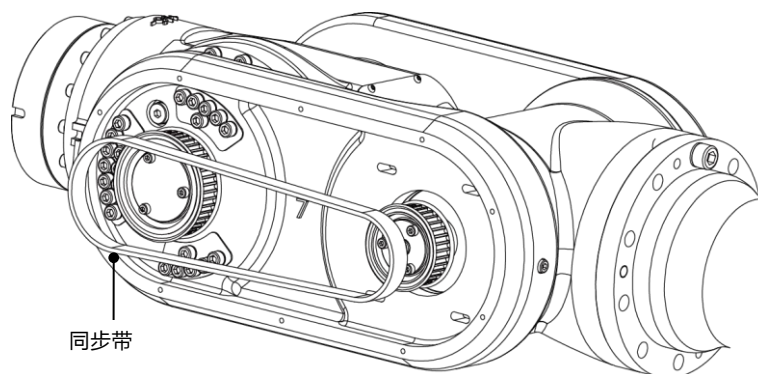

图 10-15 拆卸同步带
- 步骤6.** 减小两带轮间距，拆卸旧同步带，然后安装新同步带，如图 10-15 所示。